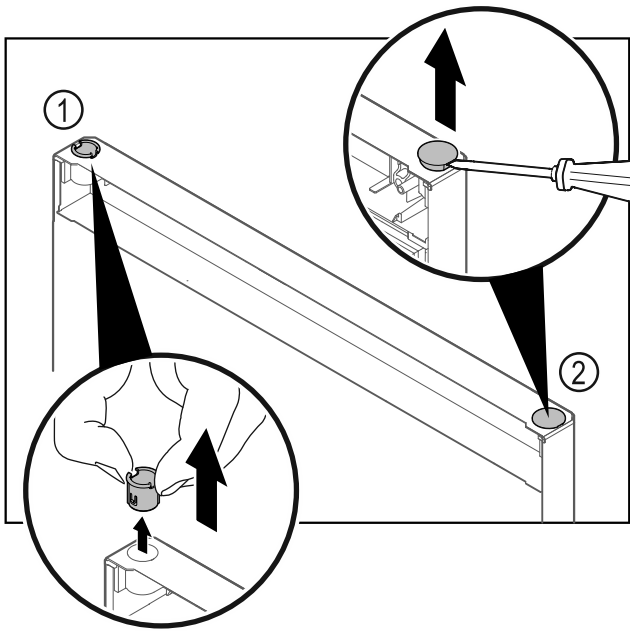

Fig. 26
- ▶ Scharnierbus Fig. 26 (1) met de vingers eruit trekken.
- ▶ Afdekstop Fig. 26 (2) voorzichtig met een sleufschroevendraaier optillen en eruit trekken.